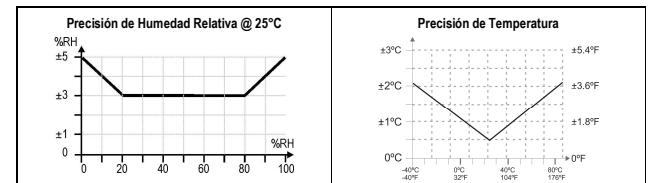

Figura 01 – Precisión en la medición de humedad y temperatura
- Rango de medición:** 0 a 100 % de humedad relativa (RH);
- Precisión:** Ver Figura 01;